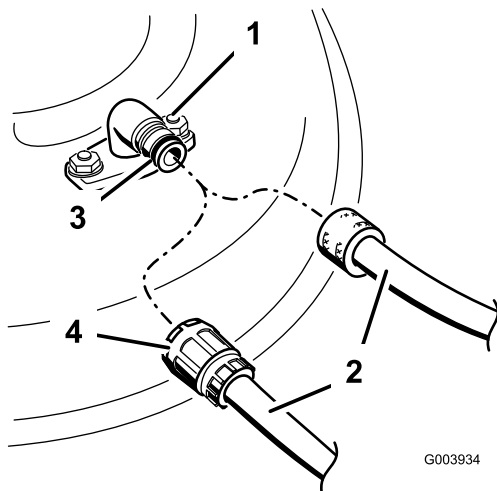

Bild 26
4. Schließen Sie einen Schlauch an den Wasseranschluss an und drehen Sie das Wasser mit starkem Druck auf (Bild 26).